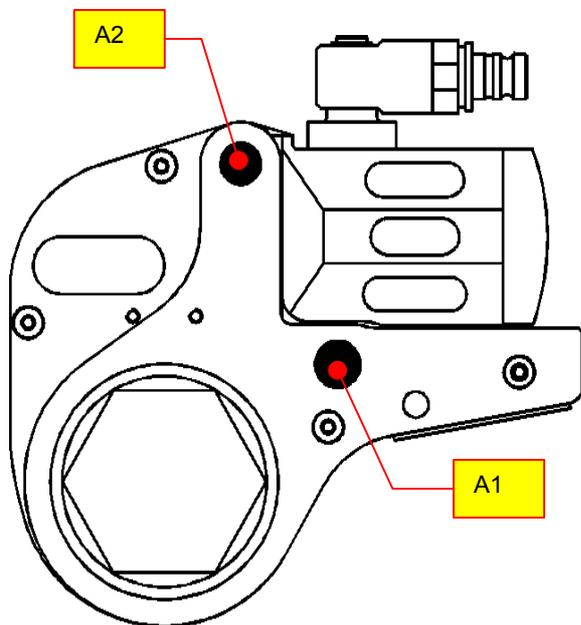

Abbildung 3: Schmierstellen
2. Bolzen A1 herausdrücken (siehe Abbildung 3)
Bolzen A2 herausdrücken und Antrieb abnehmen (siehe Abbildung 3)